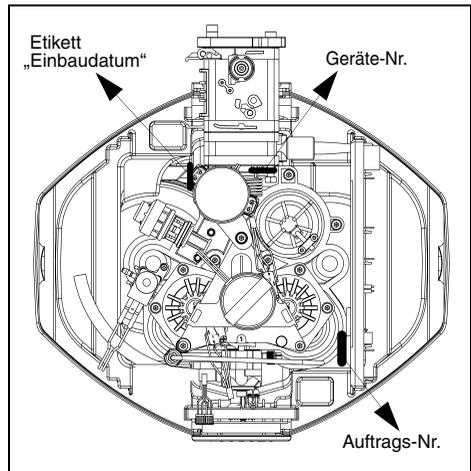

Abb. 3: Geräte- und Auftrags-Nr. sowie Etikett „Einbaudatum“
- Die Abdeckhaube (5) abnehmen.
- Das Einbaudatum auf dem Etikett eintragen (siehe Abb. 3).